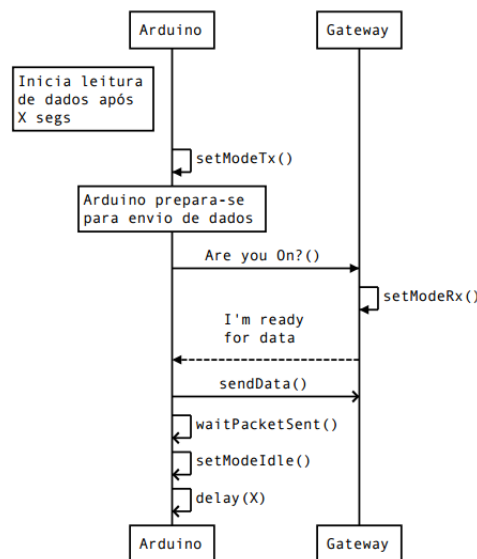

Figura 2: Diagrama de sequência do modo de transmissão de dados para o *gateway*
2. **Transmissão de informações:** a transmissão de informações do sensor de coleta de dados para o gateway deve ocorrer conforme é demonstrado no diagrama de sequência da Figura 2;